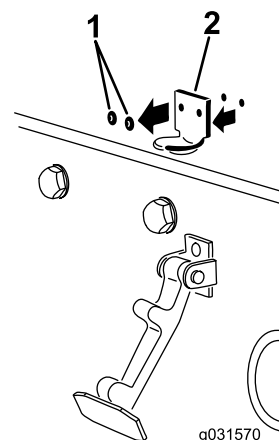

Рисунок 6
2. Выверните два болта крепления кронштейна фиксатора капота к капоту (Рисунок 6).